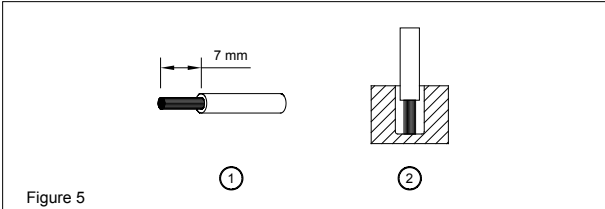

Figure 5
Sie können flexible (feindrähtige Leitung) oder feste Kabel mit einem Querschnitt von 0,52-3,3mm² (AWG 20-12) und einem Anzugsmoment von 4,67kgf.cm max (4,05lb in) verwenden. Um sichere und stoßfeste Anschlüsse gewährleisten zu können, sollte die Absisolierlänge 7mm betragen (siehe Abb. 5 (1)). Bitte sorgen Sie dafür, dass die Kabel vollständig in die Anschlussklemmen eingeführt werden, siehe Abb. 5 (2).